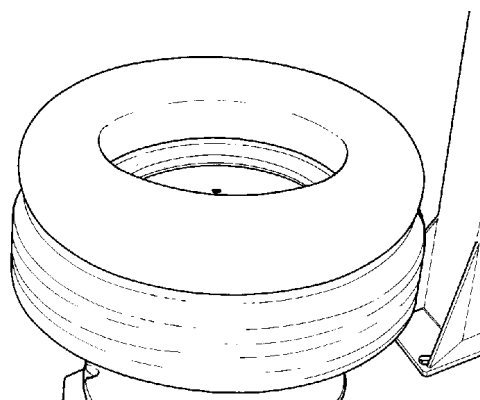

Fig.23
**B.** Confirmer que la chambre est de la bonne taille pour le pneu à monter. (Fig.23).